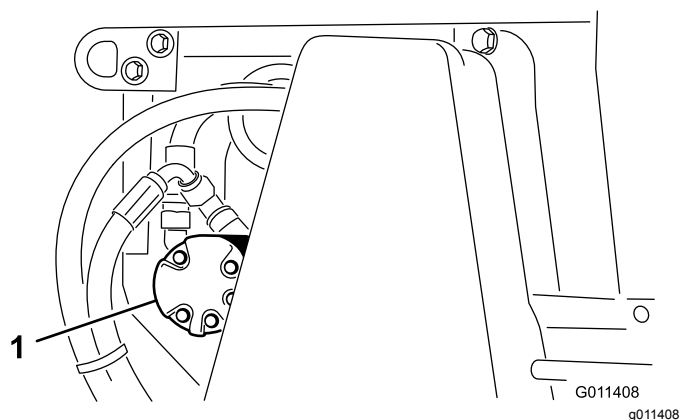

Figura 23
2. Desaperte as porcas que fixam o motor da escova (Figura 23) ao lado esquerdo da máquina.